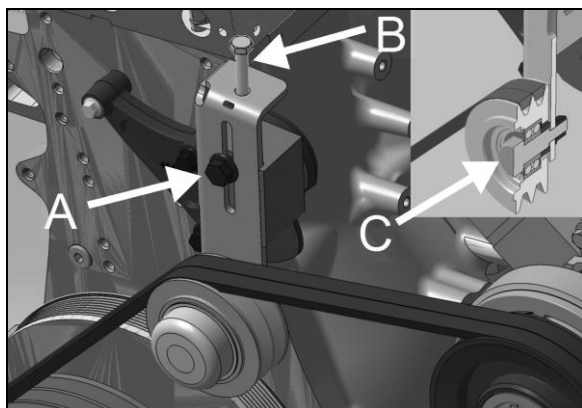
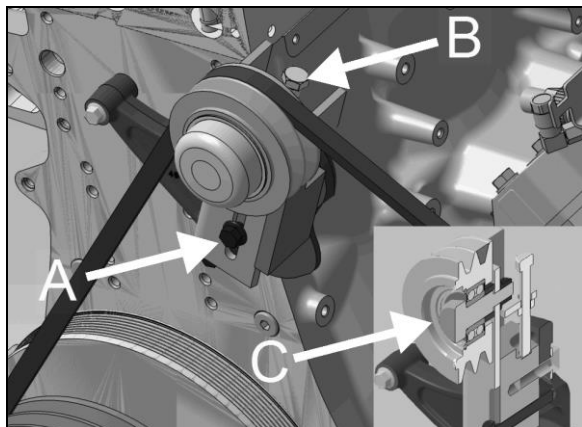

FIGURE 25 : TENDEUR SUR DISPOSITION DE COURROIE STANDARD
FIGURE 26 : TENDEUR SUR DISPOSITION DE COURROIE À TROIS ALTERNATEURS
Sur le tendeur mécanique (Figure 25 ou Figure 26), desserrer légèrement le boulon de verrouillage (A). Ajuster la tension en tournant la vis de réglage (B). Serrer le boulon de verrouillage (A) à 43 lb-pi pour préserver l'ajustement.